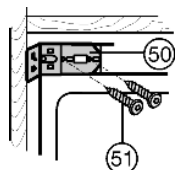
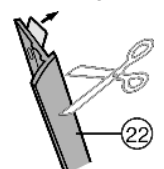

Fig. 16
Fig. 17
- ▶ Visser Fig. 16 (51) provisoirement la cornière de fixation Fig. 16 (50) au travers des trous oblongs avec l'appareil.
- ▶ Enlever le film de protection de la bande de protection Fig. 17 (22). Positionner et coller la bande sur la paroi latérale de l'appareil du côté de la poignée, de manière à ce qu'elle affleure en façade avec la face inférieure de la cornière de fixation Fig. 16 (50).
- ▶ Si nécessaire, raccourcir la bande de protection Fig. 17 (22) à la hauteur de la niche.*